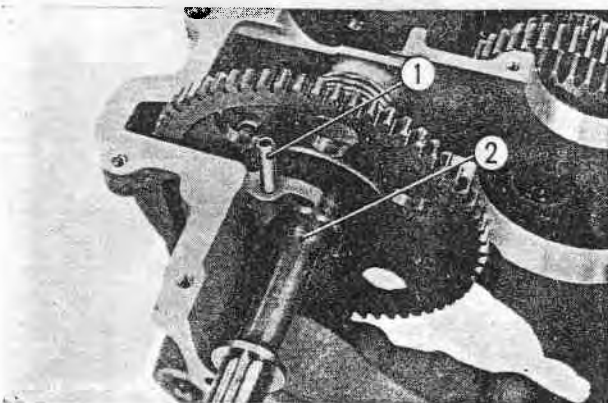

Fig. 3-96 ① Goupille de butée d'axe de kick
2. Monter l'axe de kick. (Fig. 3-96)
3. Monter la goupille de butée d'axe de kick. (Fig. 3-96)